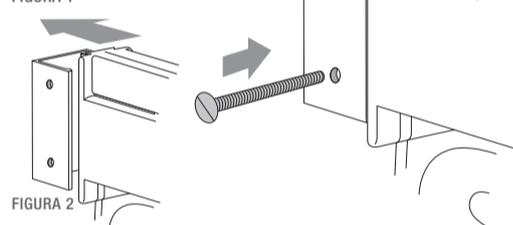

FIGURA 2
dante presión, el cartel señalizador (A) teniendo en cuenta que el cable de alimentación debe quedar por arriba del borde superior del sujetador plástico (B). (ver figura 2).
- 3) Asegurar el montaje introduciendo los tornillos del conjunto (F) en los orificios del sujetador (B) ajustando los mismos con las tuercas provistas para tal fin (de esta manera el cartel señalizador quedará montado ya de manera segura).